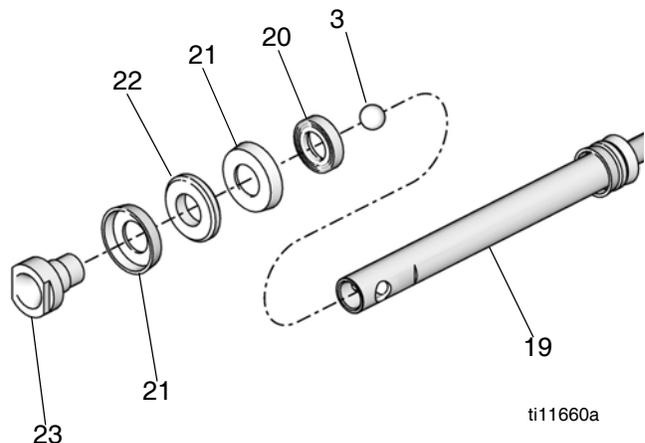

图 17
3. 用 2 号锂基脂润滑活塞密封件 (21) 和轴承 (22)。在活塞 (23) 上, 安装一个活塞密封件 (21) (唇缘朝下)、轴承 (22) 和第二个活塞密封件 (21) (唇缘朝上)。装上支撑垫圈 (20), 使其槽口朝下。参见图 17, 位于第 18 页。
4. 将阀球 (3) 放在活塞体 (23) 的顶部, 并将活塞体和流体活塞柱 (19) 拧在一起。用 30-35 英尺磅 (41-48 牛·米) 的扭力拧紧。将活塞阀外套 (29) 拧到下连杆 (19) 上。参见图 17, 位于第 18 页。
5. 使密封件 (51) 唇缘朝下装入活塞泵机架 (36), 然后安装轴承 (31)。